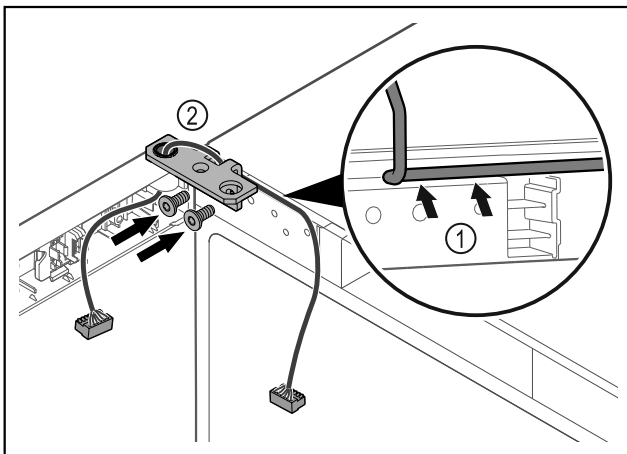

Fig. 41
- ▶ Provedite kabel kroz izrez na kutnoj šarci i oprežno ga položite Fig. 41 (1).
- ▶ Navrnite kutne šarke Fig. 41 (2).